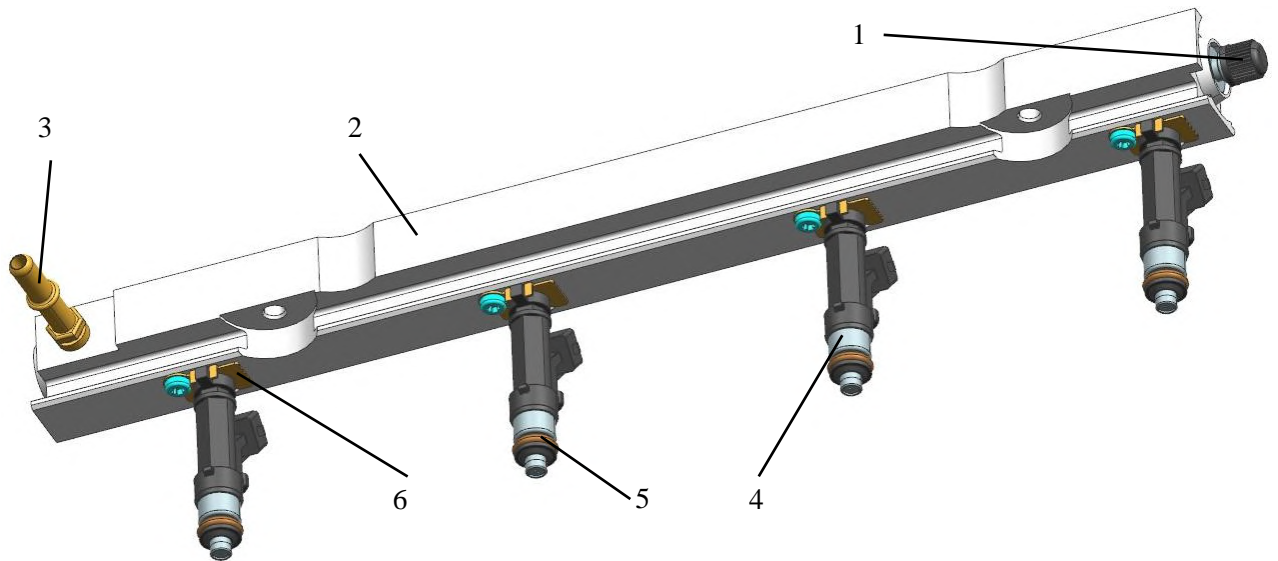

Abb. 62. Kraftstoffverteilerleitung mit Einspritzdüsen
– Kraftstoffverteilerleitung mit Einspritzdüsen 409050.1100020-10 OOO „Mika-Motor“ (mit Einspritzdüsen 406.1132010¹⁾ (EV14CL 0 280 158 107) von „Bosch“ (Abb. 62).
– Kraftstoffverteilerleitung mit Einspritzdüsen 409050.1100020-00 OOO „Mika-Motor“ (mit Einspritzdüsen 40904.1132010¹⁾ (EV14EL, 0 280 158 237) von „Bosch“ (Abb. 62);
– Kraftstoffverteilerleitung mit Einspritzdüsen 409050.1100020-01 LLC „ „Mika-Motor“ (mit Einspritzdüsen 409051.1132010-00¹⁾ (00 280 158 237) AG „SOATE“) (Abb. 62).
Die Kraftstoffleitung 2 (Abb. 62) der Firma „Mika-Motor“ ist aus Aluminium mit einem speziellen Profil und einem runden Innenquerschnitt gefertigt.